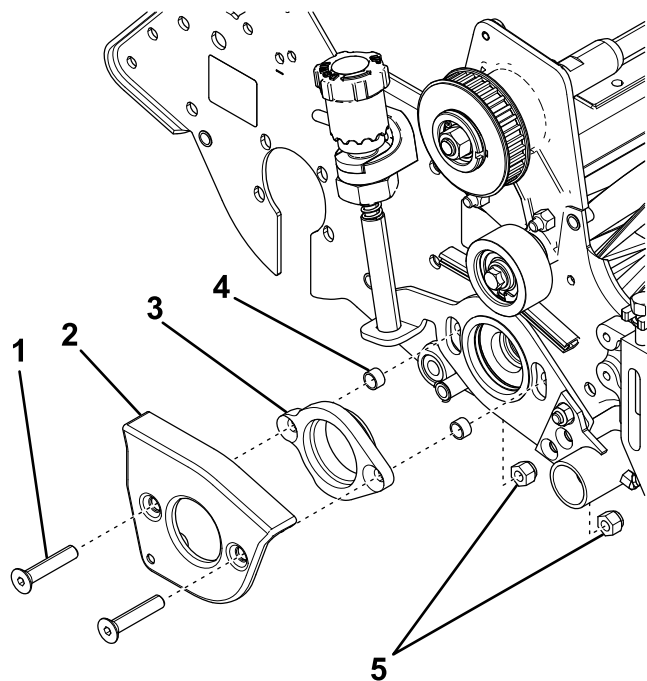

图10
4. 从侧板上拆下平头螺丝、锁紧螺母、疏草刀臂盖和轴承适配器图10。
5. 取下并丢弃隔片 图10。